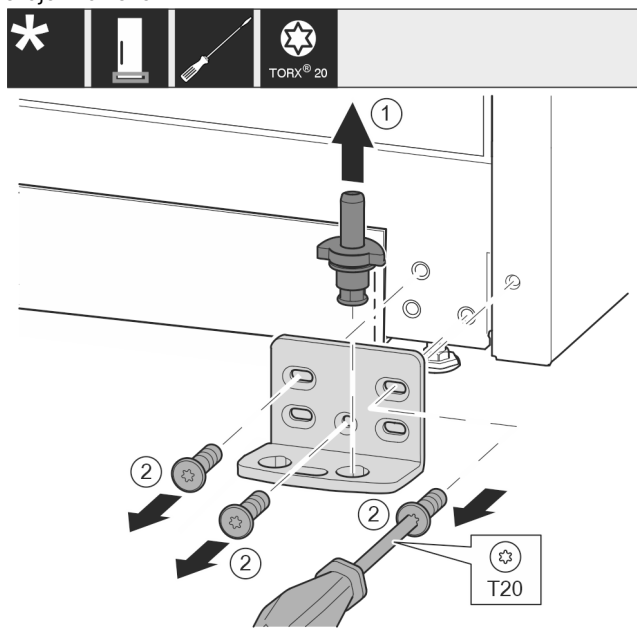

Fig. 18 \*
- Ložiskový čep Fig. 18 (1) celý vytáhněte nahoru.\*
- Šroubovákem vyšroubujte šrouby Fig. 18 (2) a sejměte stojan ložiska.\*